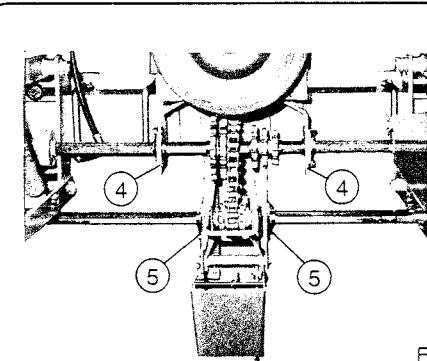

Fig. 5
- Fig. 5 pour boîte de distances.
- Fig. 5 for gearbox.